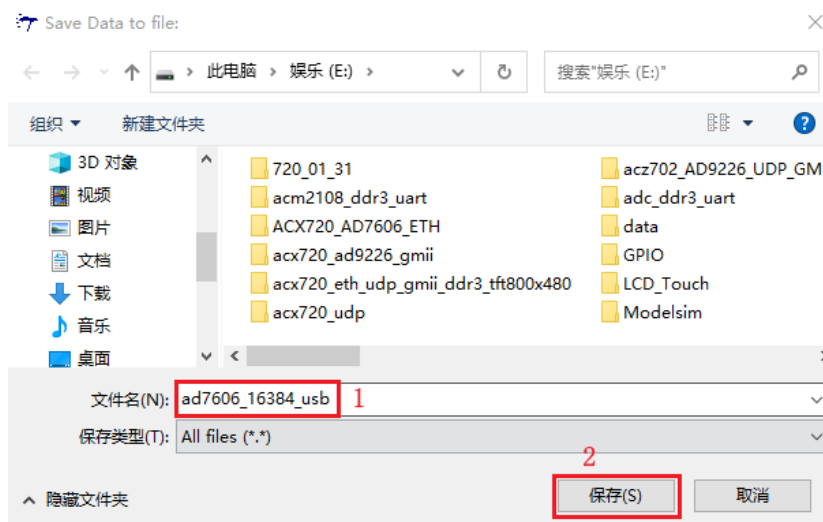

图 1-29 设置文件名称
8. 在弹出的文件保存界面中，读者需要设置文件保存的路径并给文件命名，比如我们这里保存在 E 盘并给文件命名为“ad7606\_16384\_usb”，然后点击保存。如下图 1-29 所示。